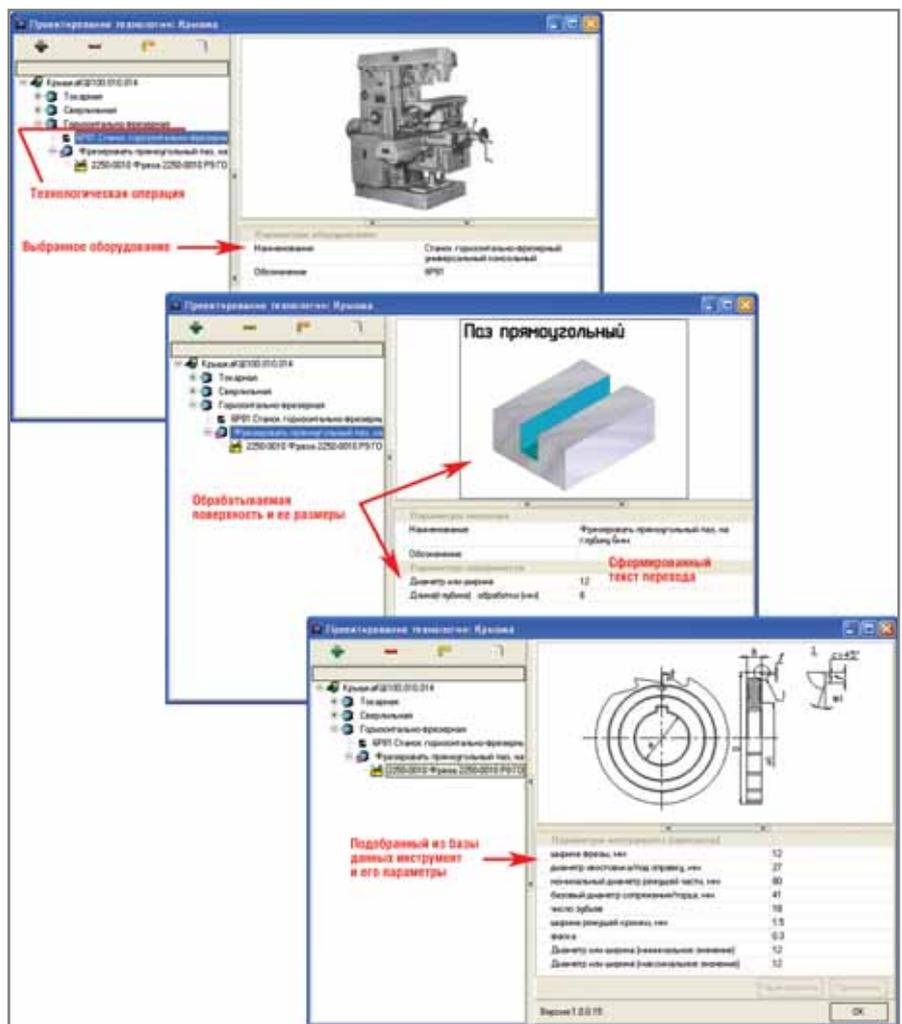

Рис. 7. Сформированный фрагмент технологического процесса
По завершении и этого этапа в электронном техпроцессе уже будут сформированы следующие элементы: технологическая операция, оборудование, текст технологического перехода и инструмент (рис. 7).
- Далее система автоматически формирует текст соответствующего технологического перехода и пытается подобрать в базе данных подходящий инструмент (рис. 7).